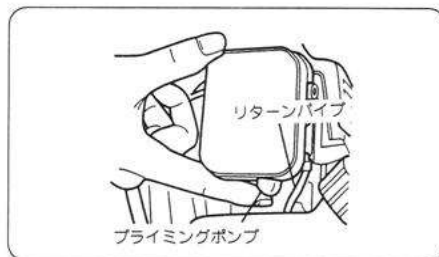

図28
- ①気化器下のプライミングポンプを数回押してください。（リターンパイプに燃料が流れてきたらプライミングポンプを押すのをやめてください）（図28）